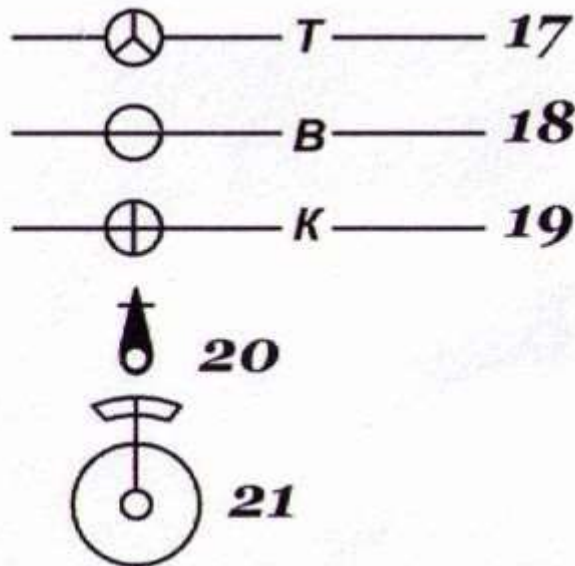

Рис. 66. Специальные условные знаки
5. Специальные условные знаки (рис. 66) устанавливают соответствующие ведомства отраслей народного хозяйства; их применяют для составления специализированных карт и планов этой отрасли, например, знаки для маркшейдерских планов нефтегазовых месторождений — нефтепромысловые сооружения и установки, скважины, промысловые трубопроводы.